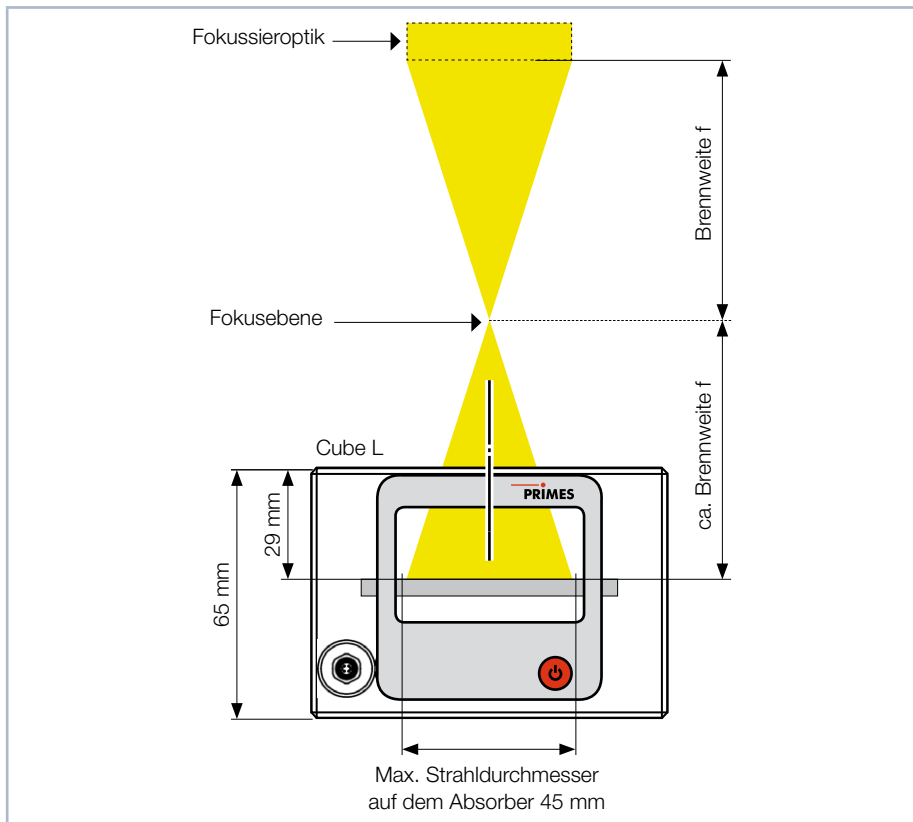

Abb. 8.1: Ausrichtung zum Laserstrahl
1. Richten Sie das Gerät gemäß den Angaben im Kapitel 8.3 auf Seite 16 und der Abb. 8.1 auf Seite 16 zum Laserstrahl hin aus.